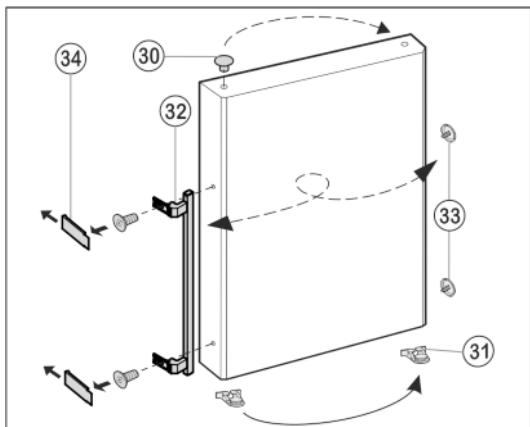

Fig. 10
- Витягніть пробки Fig. 10 (30) із втулок на дверцях і переставте їх.
- Зніміть ручку дверця Fig. 10 (32), пробки Fig. 10 (33) та пластини* Fig. 10 (34) і переставте на протилежний бік.